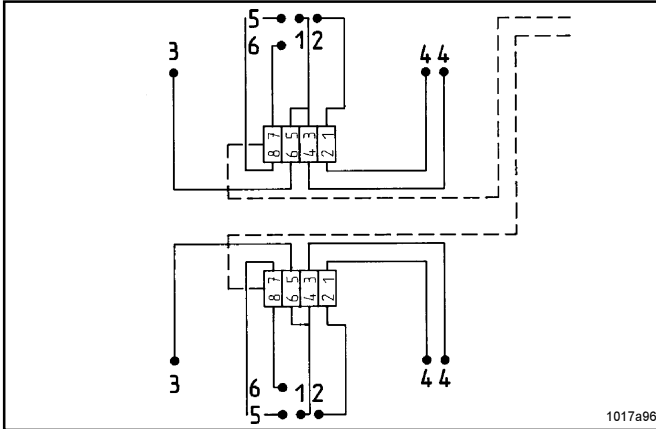

Fig. 36 : répartir les points de graissage
- Fermer les sorties qui ne seront pas utilisées (p. ex. sortie n° 5 ou 6, fig. 36), **sauf les sorties n° 1 et 2**.